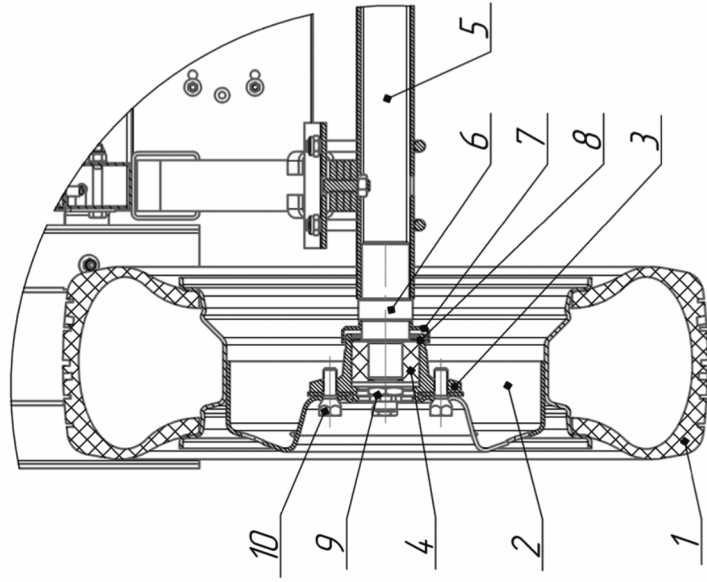

Рис. 4. Ось с колесами.
4.8. Ходовая часть прицепа (ось с колесами) (рис.4) состоит из трубчатой оси с приваренными цапфами, на которых крепятся ступицы в сборе.